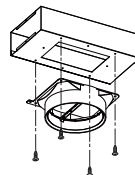

Fig. 8
- Installez l'adaptateur de gaine sur le déflecteur (fig. 8).
- Installez le déflecteur (fig. 8) dans la cheminée supérieure au niveau des ouïes d'aération (fig. 6).